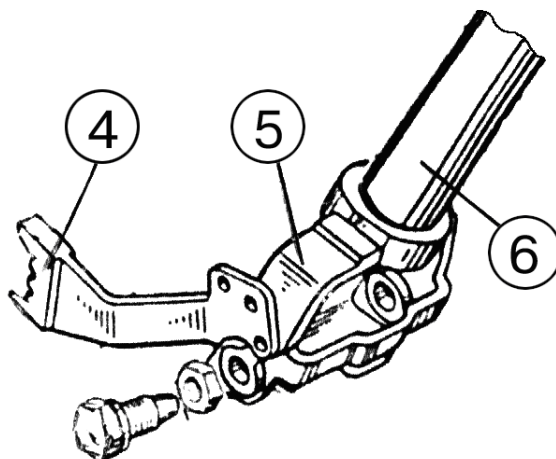

Рис.6.10
14) снимите трубу (6), (рисунок 6.10), выполненную заодно с вилкой (5) и сектором (4);